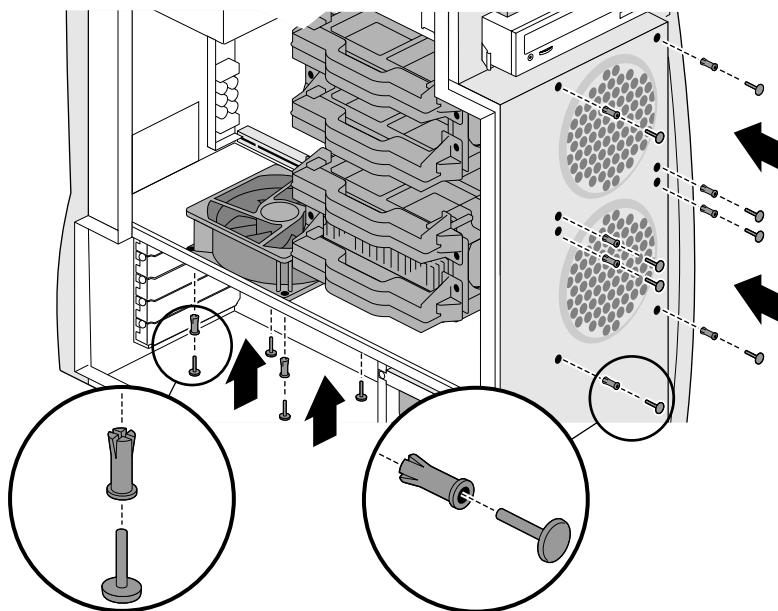

Figura 7-14 Instalando o ventilador e os pinos de pressão
4. Usando os pinos de pressão que vieram com o novo ventilador, insira as cápsulas dos pinos de pressão no ventilador. Veja a Figura 7-14.